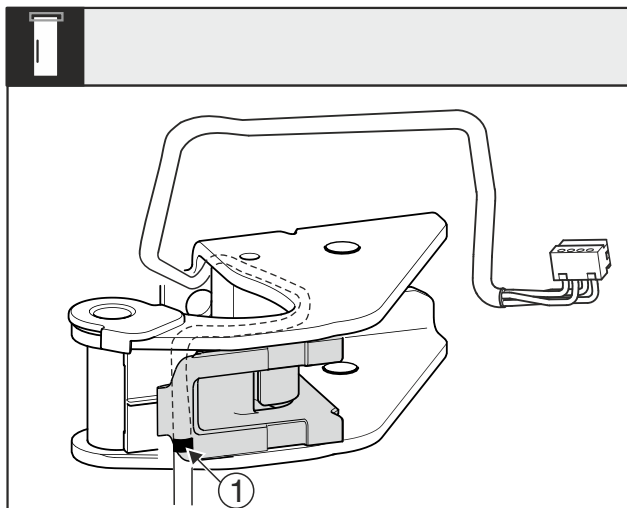

Fig. 32
- Middelste marking Fig. 32 (1) moet hierbij tegen de kant van de kabelhouder liggen.